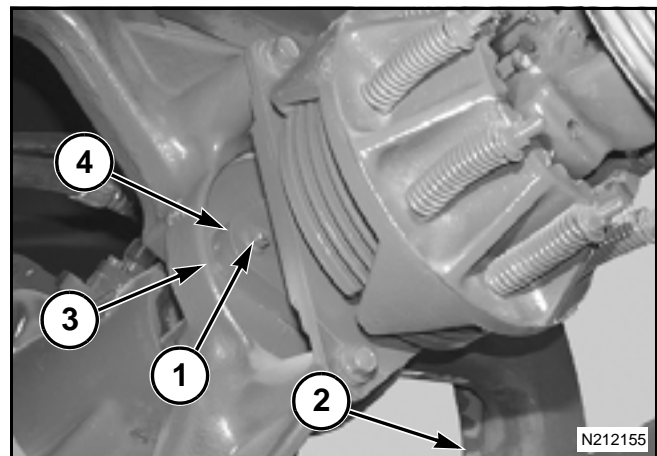

FIG. 24
FIG. 24: El perno de seguridad de la volante grado 8 de 7/16-14 (1) conecta la volante (2) a los otros componentes del tren de impulsión. Este perno de seguridad protege la caja de engranajes el émbolo y otras piezas contra daños ocasionados por sobrecargas y objetos extraños que se introducen en la cámara de fardos. Hay un buje del perno de seguridad endurecido en el volante que, con la maza de refuerzo endurecida (3), proporciona una superficie de refuerzo que no se dañará cuando se quiebre el perno.